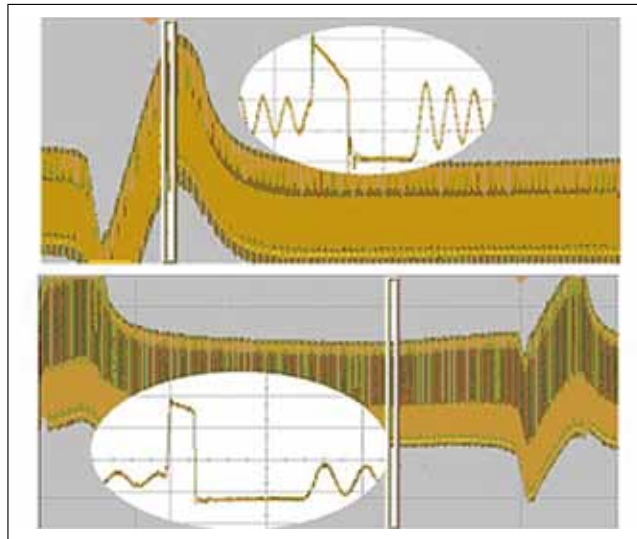

图 2：顶部曲线—— $Inp < Inps$ 时的共模
2. $Inp < Inps$ ：波形与图2看到的倒置开关信号顶部曲线成正比。
随着图2所示的底部曲线，BNT间隔期间的波形始终是渐进式开关信号，因为主要噪声源是通过电容器 Cpe 的至地主推电流。